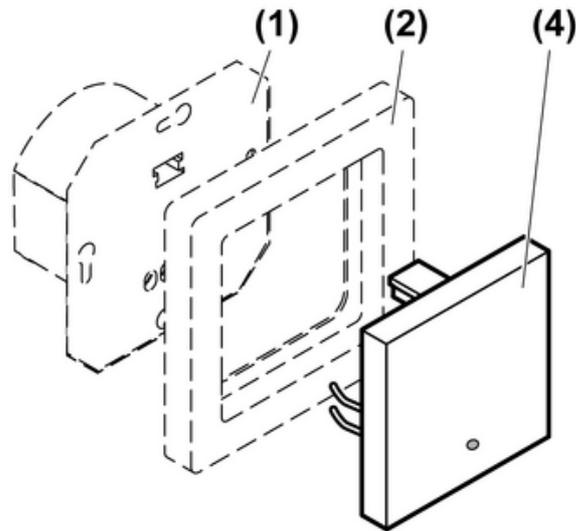

Figure 2: Conception de l'appareillage
- (1) Mécanisme encastré
- (2) Cadre
- (3) Garniture de variation
**Garniture de commutation (figure 2)**